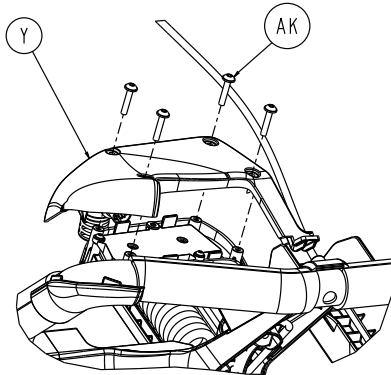

Figure 85 – Retirer les vis des boutons de l'interface utilisateur arrière
5. À l'aide d'une clé Torx T20, retirer les quatre vis de taraudage à tête ronde à embase (AK) qui fixent le couvercle arrière de l'interface utilisateur (Y) au boîtier du bouton (Figure 85). Conserver les vis et le couvercle.